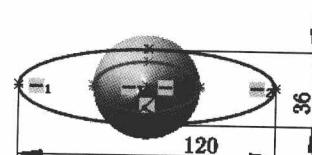

图 2.8 草图 4
Step7. 选取基准面 2 为草图基准面，绘制图 2.8 所示的草图 4。